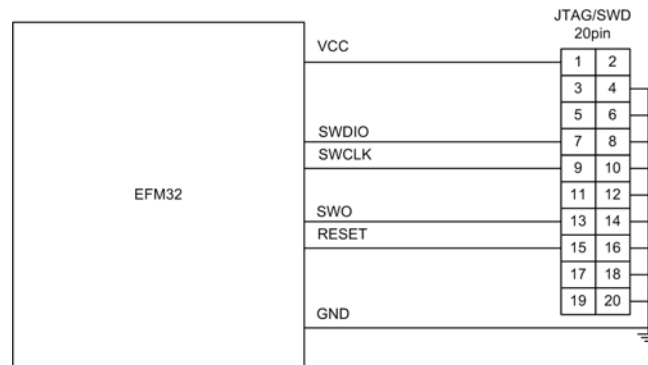

图 3.1 JTAG/SWD 接口连接示意图
(1)使用导线将STK 开发板上或下方的 VMCU 引脚连接到 20pin 引脚的 Debug In/Out 插座的第 1 脚，使得 STK 开发板为外部系统提供 3.3V 电源；图 3.1 所示为 STK 开发板上 20pin Debug In/Out 插座与外部 EFM32 芯片的连接示意图。用户可使用杜邦线将其中的 6 个引脚相连，也可以通过 20Pin 的排线将 STK 开发板与外部 MCU 系统进行连接。